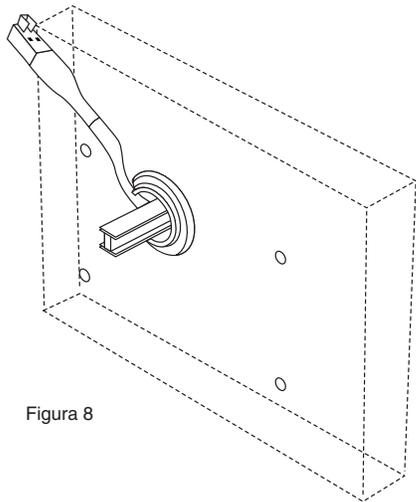

Figura 8
2. Installare il dispositivo di ingresso osservando le istruzioni LA GARD (P/N 762.128); l'albero deve sporgere di 0,350" (9 mm) dalla superficie di montaggio (figura 8).